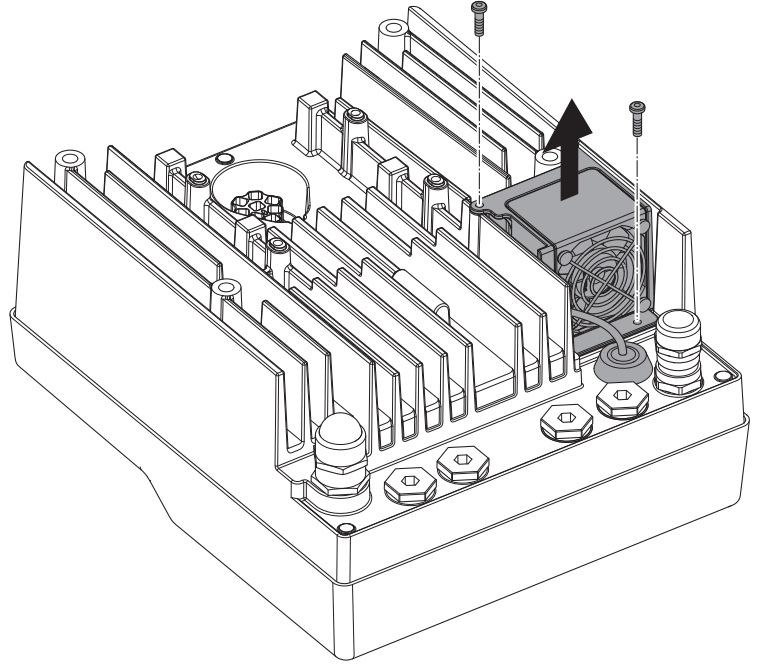

Fig. 47: Modül fanını sökme
- Modül fanının civatalarını sökün (Fig. 47).